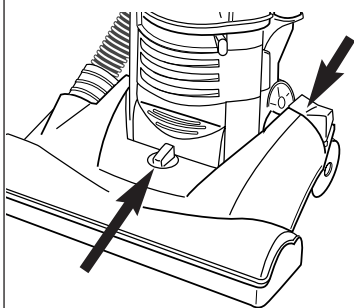
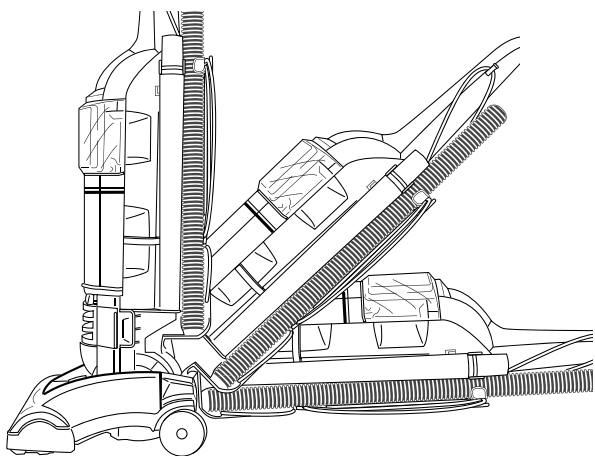

FIG. 8
FIG. 9
Handle Release (FIG. 8). Step on handle release to pull handle back to a comfortable operating position. To lower handle completely to the floor (FIG. 9), depress handle release a second time.
Cleaner Height Setting. An adjustment that raises or lowers the cleaner base to match the type of floor surface. With the cleaner cord unplugged, set the adjustment to lowest setting for maximum carpet cleaning. **If the cleaner is difficult to push, move adjustment to next highest setting until cleaner is comfortable to push.** The brushroll must reach the carpet for effective cleaning. For ease in moving the adjustment knob, place handle in operating position and tilt cleaner back to remove weight from front wheels (FIG. 8).
Déclencheur du manche (FIG. 8). Appuyez avec le pied sur le déclencheur afin de mettre le manche à une position confortable d'opération. Pour abaisser complètement le manche jusqu'au sol (FIG. 9), appuyez sur le déclencheur une deuxième fois.
Réglage de la hauteur de l'aspirateur. Une opération qui permet de monter ou d'abaisser l'aspirateur selon le type de moquette. Après avoir débranché l'aspirateur, mettre le bouton de réglage à la position la plus basse pour un nettoyage maximum de la moquette. **Si l'aspirateur est difficile à pousser, choisir une position plus haute, jusqu'à ce que l'aspirateur se déplace facilement.** Il faut que le rouleau-brosse soit en contact avec la moquette pour un nettoyage efficace. Pour bouger facilement le bouton de réglage, mettre le manche en position « Marche » (ON) et incliner l'aspirateur vers l'arrière pour déplacer le poids des roues avant (FIG. 8).
Palanca para liberar el mango (FIG. 8). Pise la palanca para liberar el mango a fin de jalar el mango hacia atrás a una posición que le resulte cómoda. Para bajar el mango completamente hasta el suelo (FIG. 9), pise una vez más dicha palanca.
Regulación de altura de la aspiradora. Un regulador que levanta o baja la base de la aspiradora para concordar con el tipo de superficie del piso. Teniendo desenchufado el cordón de la aspiradora, coloque el regulador en su posición más baja para obtener una limpieza máxima. **Si resulta difícil empujar la aspiradora, ponga el regulador en la posición siguiente hasta que le resulte cómodo empujar la aspiradora.** El cepillo circular debe tocar la alfombra para lograr una limpieza eficaz. Para facilitar mover la perilla reguladora, coloque el mango en la posición de operación e incline la aspiradora hacia atrás para quitar el peso de las ruedas delanteras (FIG.8).